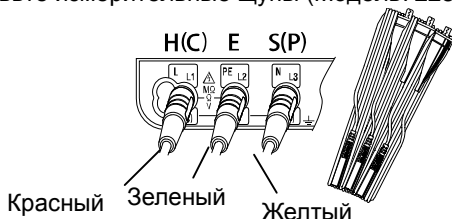

Рис.41
2. Вставьте измерительные щупы (Модель7228) в разъемы на приборе(Рис.41)